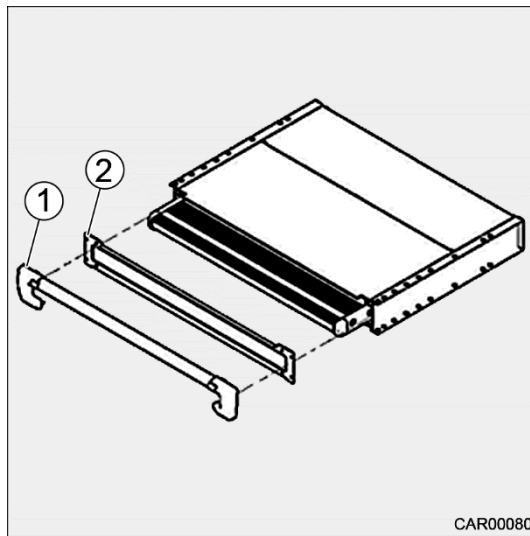

Fig. 212 Déverrouillage de secours
1. Retirer les recouvrements en plastique (Fig. 212/1) et dévisser la plaque frontale (Fig. 212/2).